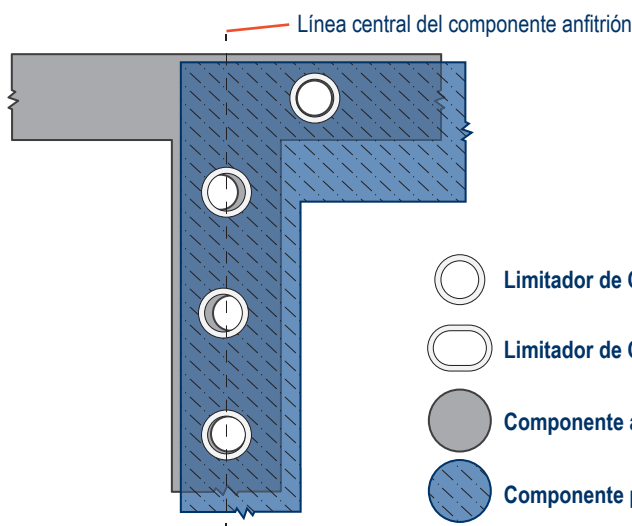
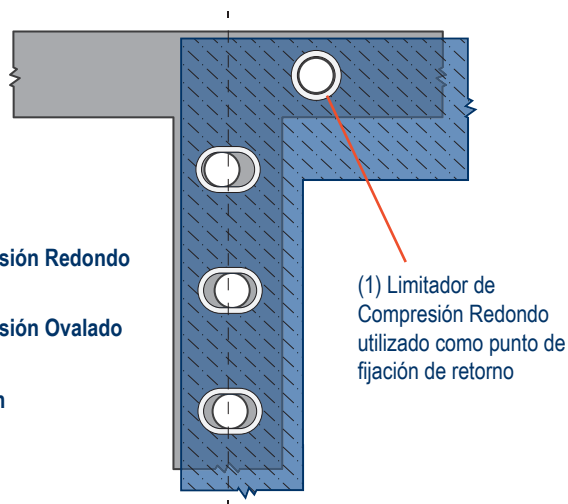

Figura 1
Figura 2
El ingeniero de diseño de un conjunto necesitaba tener en cuenta las tolerancias de la línea central de apilamiento de varios puntos de fijación. El requisito del conjunto de la *Figura 1* era tal que no podía haber movimiento hacia arriba y hacia abajo a lo largo del eje y. Por lo tanto, el diseñador del producto decidió utilizar (1) Limitador de Compresión Redondo como punto de referencia, que se instalaría primero para garantizar una posición general correcta. A continuación, rediseñaron el conjunto para sustituir los Limitadores de Compresión Redondos (3) por Limitadores de Compresión Ovalados, con el fin de tener en cuenta cualquier desviación de la línea central a lo largo de los tres puntos de fijación restantes (*Figura 2*).